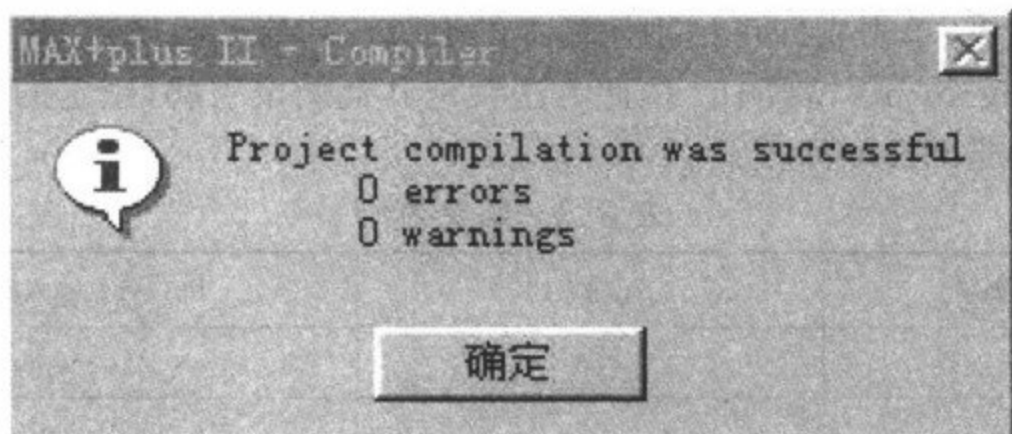

图 3-19 编译成功窗口
(2)若在编译过程中出现错误,将在提示信息栏内给出错误信息,双击此信息即可返回到程序输入窗口并指向错误处。用户应更正错误直至编译完全正确为止,若编译成功,弹出如图 3-19 所示的编译成功窗口,点击确定按钮加入确认。